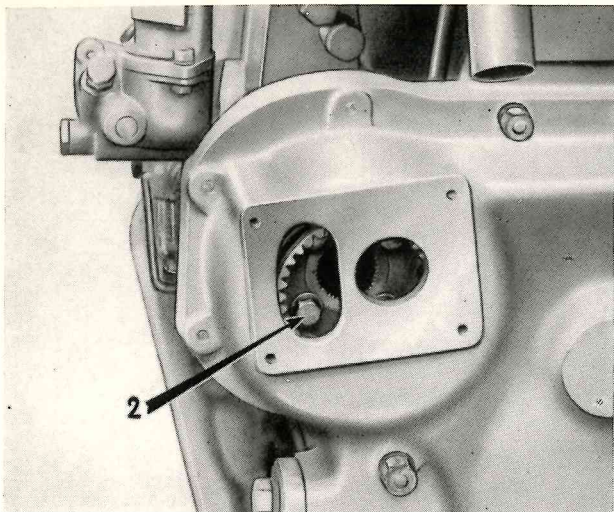

Fig. 262 - Registrazione della fase della pompa con il motore attraverso la feritoia sul coperchio distribuzione.
Se le aole praticate sulla flangia non permettessero una ulteriore rotazione della pompa o il controllo della fase avesse luogo in sede di revisione del motore è allora necessario, anziché ruotare la pompa, mettere le due tacche di riferimento sulle flange in corrispondenza e agire sul manicotto di comando attraverso la feritoia praticata sul coperchio della distribuzione (fig. 262); svitare le viti di fissaggio dell'ingranaggio (2) e ruotare il manicotto nel senso orario o antiorario a seconda che necessiti anticipare o ritardare la fine dell'iniezione.